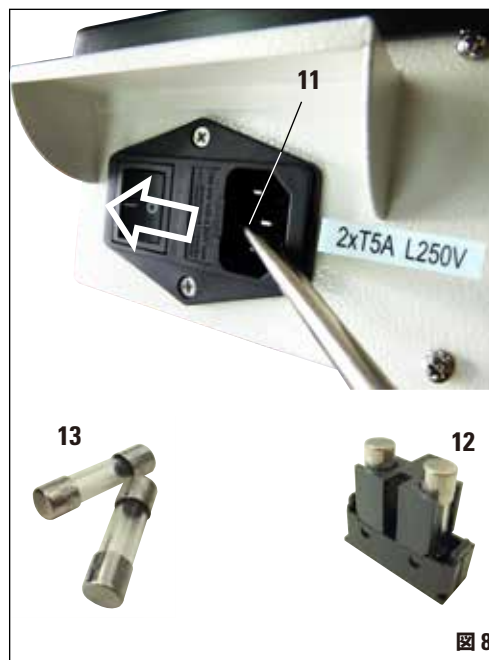

図 8
- 小型ドライバーを切り込み（図 8、11）に挿入し、ヒューズインサート（12）を慎重に取り出します。